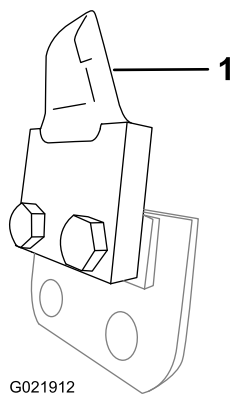
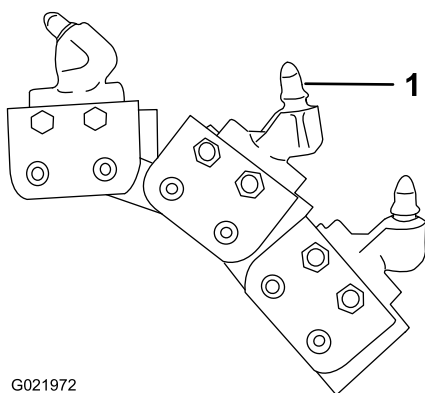

Figura 23
Figura 24
- Los **dientes para roca y tierra helada** (Figura 23) o los **dientes de tiburón** (Figura 24) son los mejores para cortar suelos muy duros, rocosos o helados; también se utilizan por cortar asfalto.